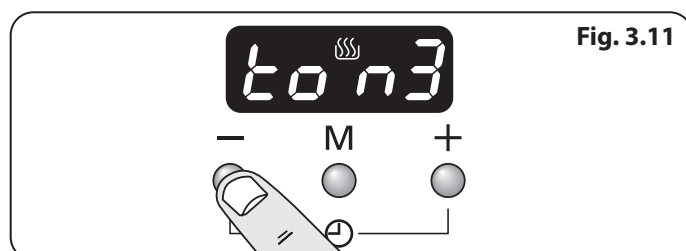

Fig. 3.11
2. Pour choisir la tonalité, appuyer sur le bouton [-] jusqu'à ce que la tonalité souhaitée soit atteinte (**Fig. 3.11**).